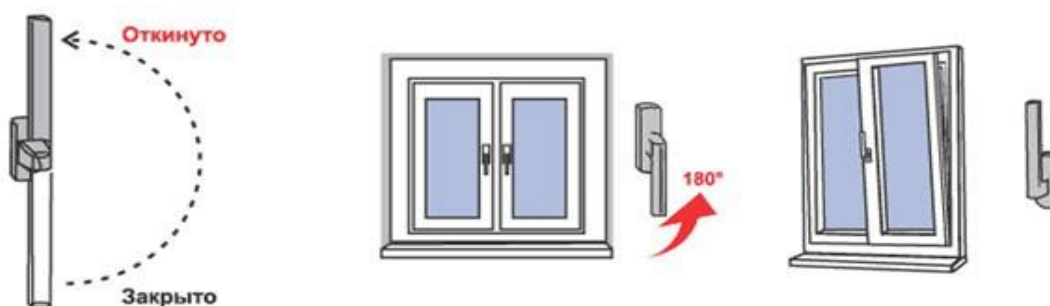

Рис. 2
2. Для перевода створки из закрытого положение в откидное – поворот створки относительно нижней горизонтальной оси (положение «Откинута» на Рис.2) – ручку поворачивают вертикально на 180 градусов вверх, при повороте ручки, закрытую створку прижимают к раме другой рукой (чуть выше ручки), затем, потянув за ручку, поворачивают створку относительно нижней горизонтальной оси на заданный изготовителем угол (откидной режим).